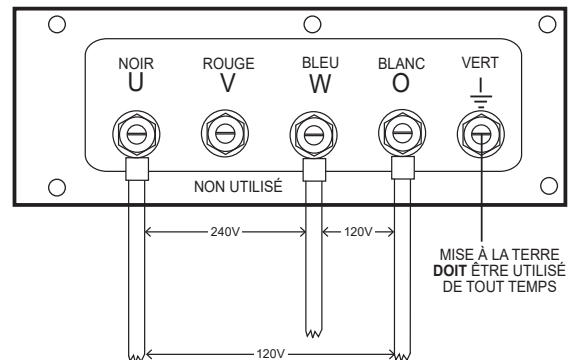

Figure 26. Bornes UVWO (connexion monophasée 240/120 volts)
2. Connectez les fils de charge aux **bornes de l'UVWO** comme indiqué dans la Figure 26.